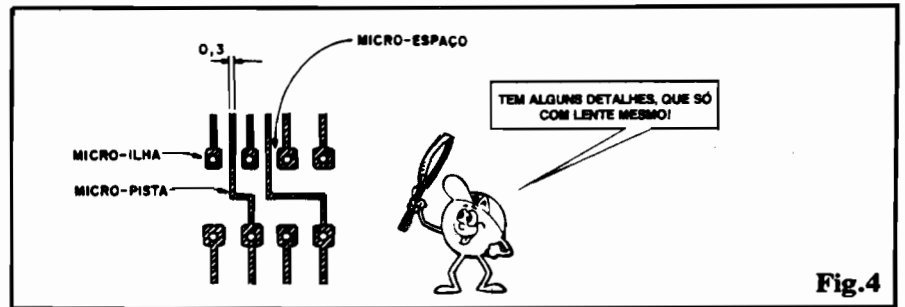

Fig.4
- FIG. 4 - MICRO-PISTAS, MICRO-ILHAS E... MICRO-ESPAÇOS... - Já que falamos em "micro-pistas", vamos ampliar um pouco o assunto: em alguns **lay outs** específicos de Circuito Impresso, é tão complexa a rede de inter-conexões necessárias, que às vezes pistas estreitíssimas são obrigadas a passar por **entre duas ilhas adjacentes** (a propósito, O Leitor/"Aluno", por mais que tente, **não conseguirá** fazer uma traçagem dessas "à mão"! O uso de decalque específico, aqui, absolutamente obrigatório...). Quando tal necessidade se verifica, as ilhas próximas têm suas larguras intencionalmente reduzidas (transformando-se em micro-ilhas...), "dando espaço" para a